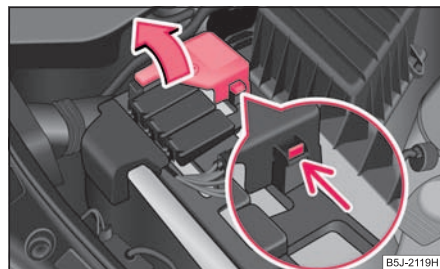

Fig. 204 Batterie: Rabattre le cache du pôle positif
- Ouvrez le cache du pôle positif (+) ⇒ fig. 204.